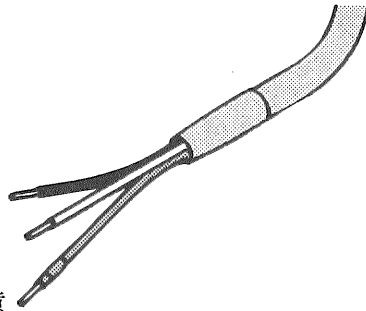

図 1-5 入力電源コード (AC 電源側)
- ・ 本機の内部では、入力端子に合わせて入力ヒューズなどの保護回路が接続されています。プラグを取り付けるときは、図1-5を参照して、必ず電線の色とプラグの端子（L、Nおよび⊕(GND)）を合わせて確実に接続してください（専門技術者が行ってください）。